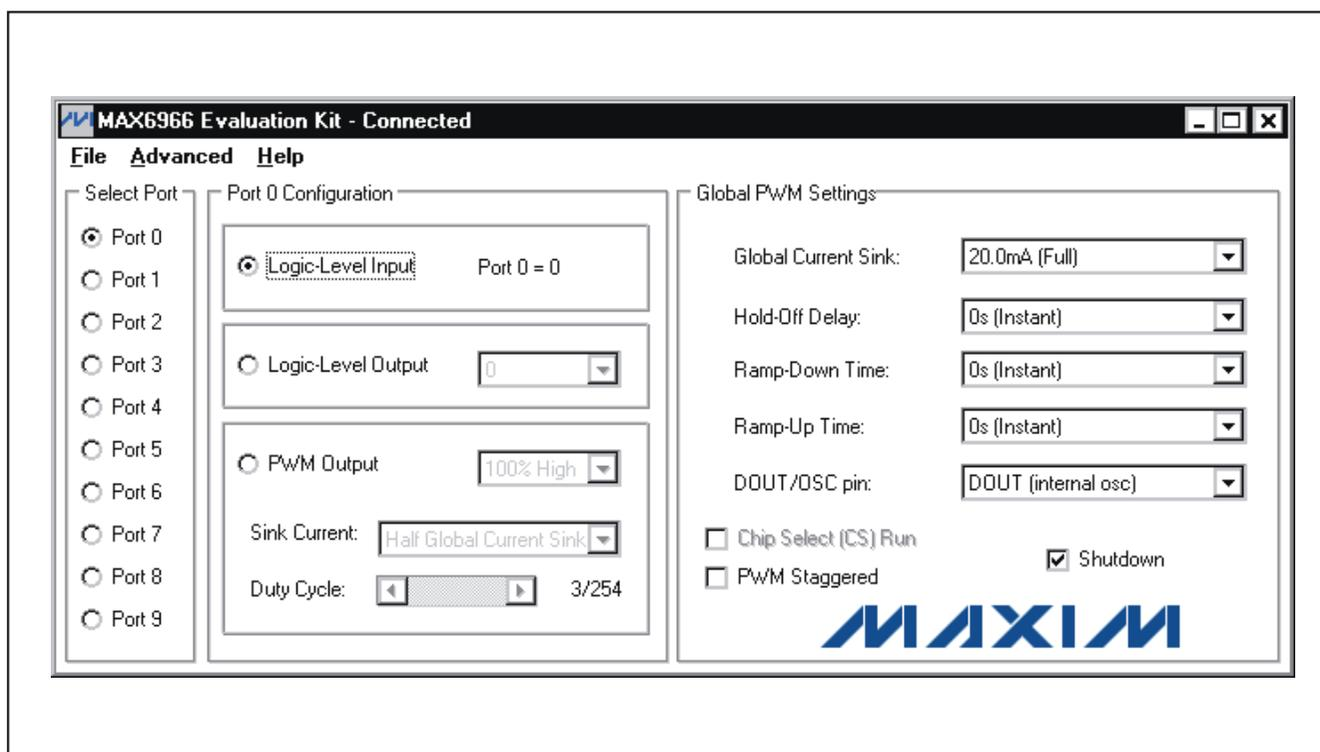

图1. MAX6966评估软件界面图
- 双击**Start**菜单中的图标, 开始运行MAX6966评估软件。程序窗口如图1所示, 几秒钟后软件连接到CMAXQUSB。
双击安装时生成的MAX6966评估板图标，启动MAX6966评估软件。出现图1所示的图形用户界面。等待大约2秒钟后，MAX6966评估软件连接到CMAXQUSB。